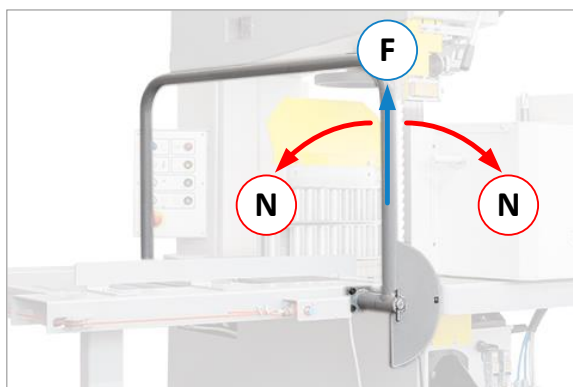

Figure 36 : positions de l'étrier d'arrêt d'urgence
- En position centrale (**F**), l'arceau permet de scier (voir ⇒ Figure 36).
- Dès que l'étrier est tiré vers l'avant ou poussé vers l'arrière, l'interrupteur de position (**S**) est déclenché et la machine passe à l'état d'arrêt d'urgence (**N**), voir ⇒ Figure 36.